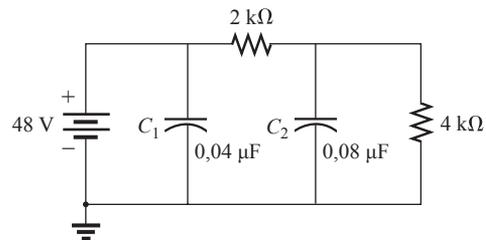

Figura 10.123 Problema 52.
- 52. Para a configuração na Figura 10.123, determine a tensão através de cada capacitor e a carga em cada capacitor.